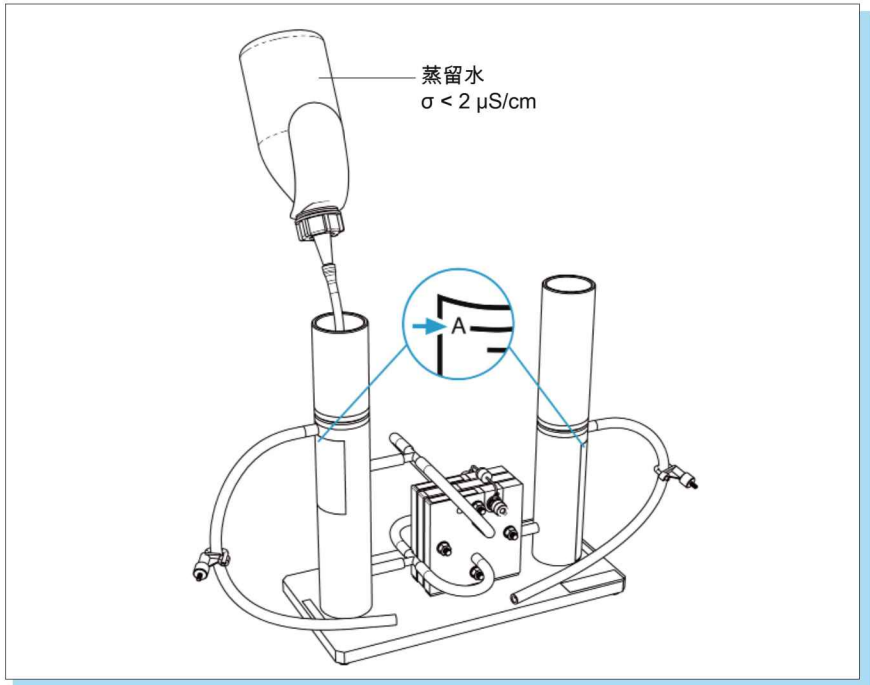

図 4: 注入
- 両方のガスタンクの -A- のマーキングのところまで水($\sigma < 2 \mu\text{S/cm}$)を注入してください。図 4 参照。